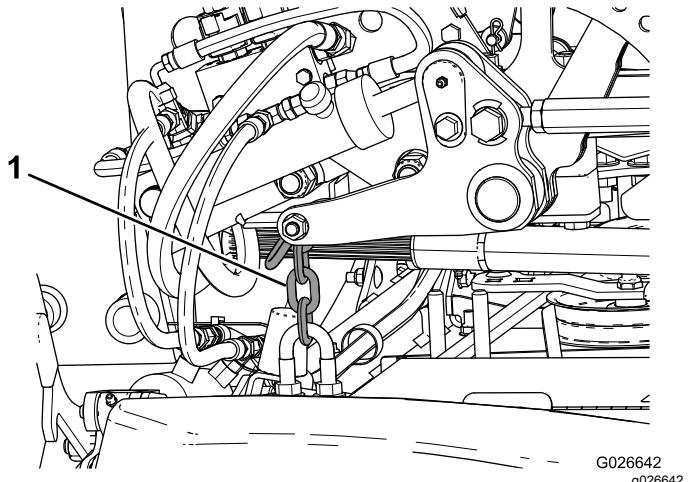

Bild 17
- A. Befestigen Sie die rechte hintere Hubkette mit einer Schraube und zwei Muttern an der **Innenseite** der Hubhalterung (Bild 17).